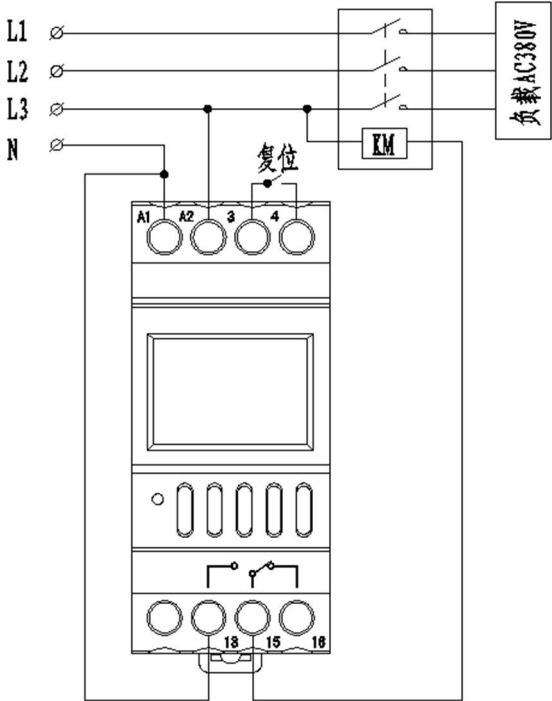

图4 三相控制接线图（接触器线圈AC220V）
- a) 控制接触器的线圈电压AC220V 50Hz，接线方式如图4所示；